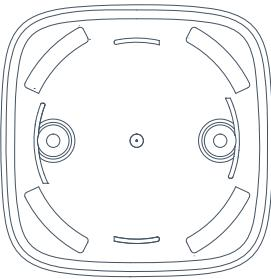

РИС. 2. Крепежная панель
5.2 Для монтажа сирены поверните пластиковую крепежную панель SmartBracket (РИС. 2) против часовой стрелки и снимите. Обратите внимание, на крепежной панели SmartBracket должна быть наклейка «UP» – верх.